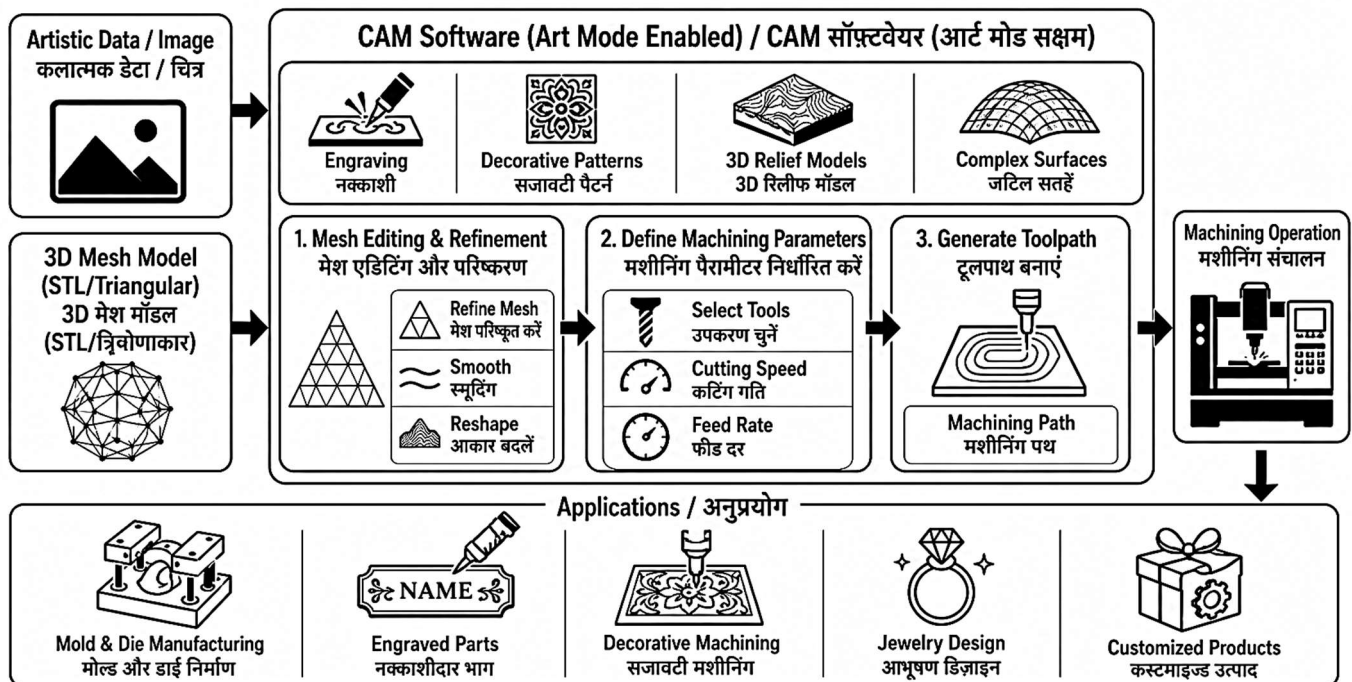

Fig. 12.1: CAM Software Art Mode Programming | CAM सॉफ्टवेयर आर्ट मोड प्रोग्रामिंग
12.1.1 Definition of Art Mode in CAM Software (Fig. 12.1)
12.1.1 CAM सॉफ्टवेयर में आर्ट मोड की परिभाषा (Fig. 12.1)